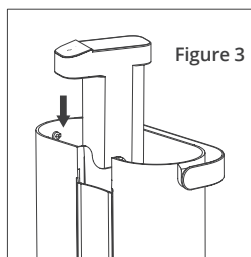

Figure 3
- Remettre l'Unité de pompage d'eau dans le réservoir d'eau. (Figure 3)